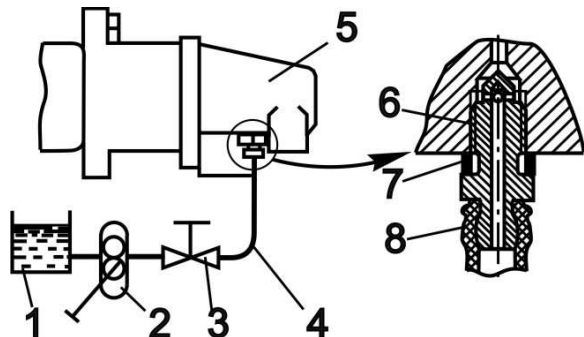

Рис. 3-4 Прокачка гидропривода
3. Снять с ПГУ колпачок и вывернуть перепускной клапан. На резьбовую часть клапана надеть кольцо 7 (рис. 3-4) диаметром 6 мм и длиной (3...4) мм, изготовленное из резинового шланга. Это кольцо будет служить герметизирующей прокладкой. Затем вернуть перепускной клапан в ПГУ таким образом, чтобы уплотняющее кольцо немного сжалось, но перепускной клапан должен оставаться в открытом положении, т.е. недовернутым на (1,5...2) оборота.